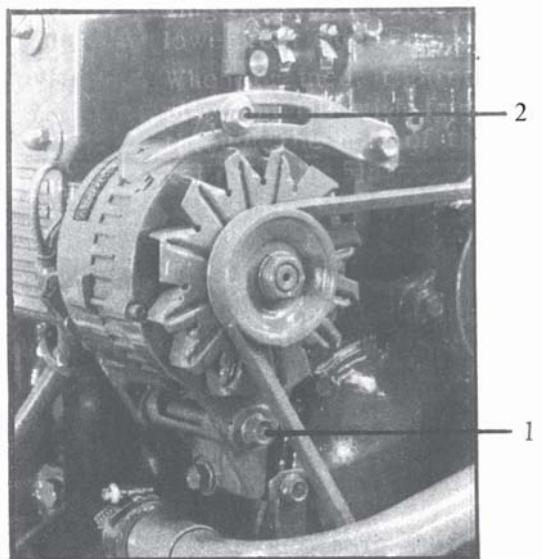

Рис. 27
Проверяйте натяжение ремня и регулируйте при необходимости. Слишком тугое натяжение может привести к быстрому износу ремня и повреждению частей генератора. При слишком слабом натяжении или при попадании на ремень масла, мощность генератора падает из-за проворотов шкива. Никогда не регулируйте натяжение ремня при работающем двигателе. При нормальном натяжении ремня прогиб не должен превышать 7–10 мм под усилием 10 кГс (нажатие большим пальцем руки) на центральную точку верхнего отрезка между двумя шкивами. Для регулировки натяжения ремня ослабьте гайки крепления генератора (1 снизу и 2 сверху), сместите генератор влево или вправо до получения необходимого натяжения (рис. 27). Затяните гайки крепления генератора.
Ослабьте гайки крепления генератора (1) и (2) рис. 27. Отодвиньте генератор в самое крайнее положение так, чтобы ремень легко снялся.